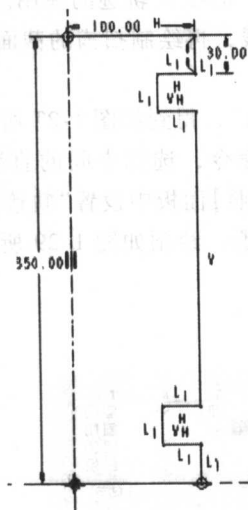

图 1-34
(1) 新建名为“var_scan3.prt”的零件。
(2) 选择【插入】|【旋转】|【伸出项】选项，以“FRONT”面为草绘面，绘制如图 1-34 所示的截面。